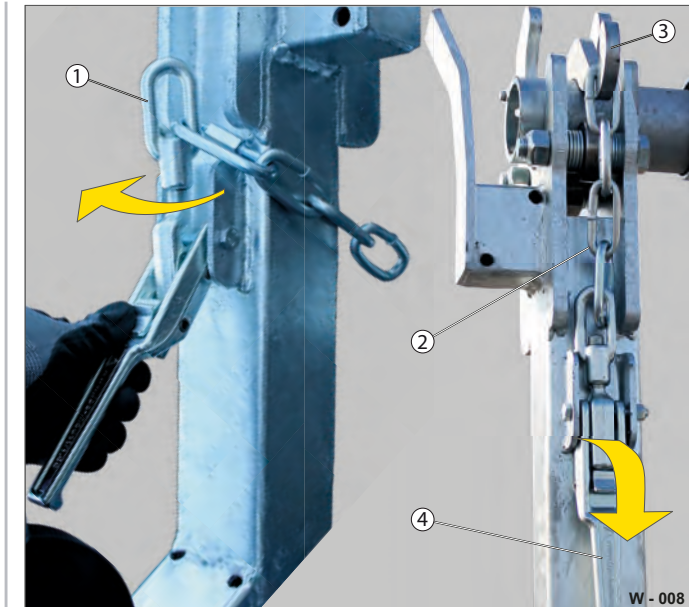

Abb. 8 Kettensicherung einstellen
! Die Spannung der Exzenterverschlüsse darf nicht zu stark sein - die Kette muss noch beweglich bleiben! Der Haken (Abb. 8/3) darf nicht die Transportwelle klemmen!
- Drehen Sie die Öse (Abb. 8/1) ein paar Gewindegänge ein.
- Schließen Sie den Verschluss: Hebel (Abb. 8/4) muss verriegelt sein.